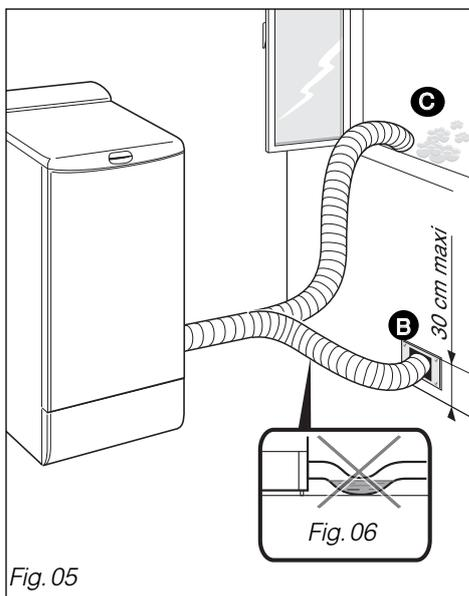

Fig. 05
- **Ou por uma ligação fixa na parede :** (Fig. 05) **B**
- **Ou de forma temporária :** (Fig. 05) **C**